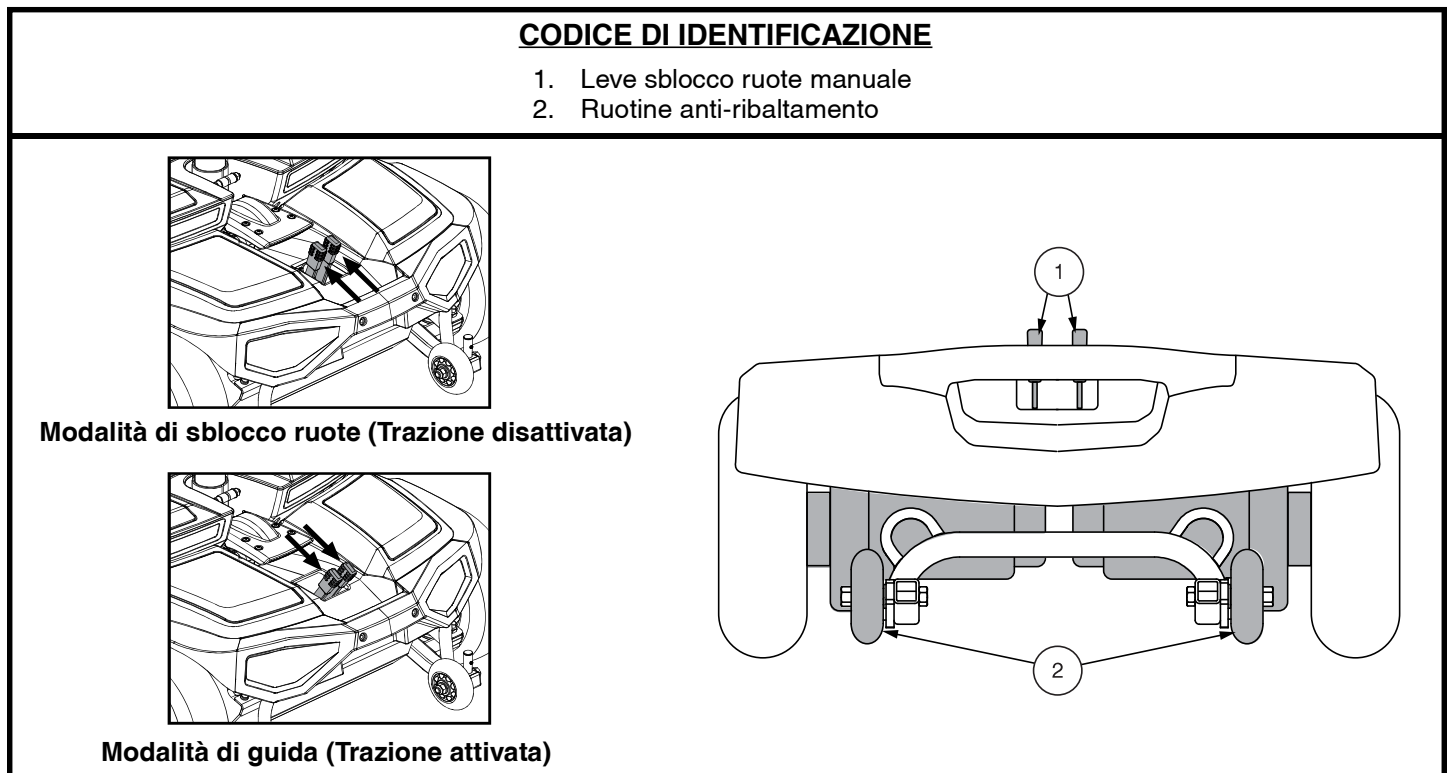

Figura 9. Sezione posteriore - Jazzy ZTS
La miniscooter è dotata di leva di sblocco ruote manuale su ciascun motore. Le leve di sblocco ruote manuale consentono di disattivare il freno del motore per manovrare manualmente la miniscooter. **Vedere figura 9.**
1. Individuare le leve nella parte posteriore della base elettronica. **Vedere figura 9.**